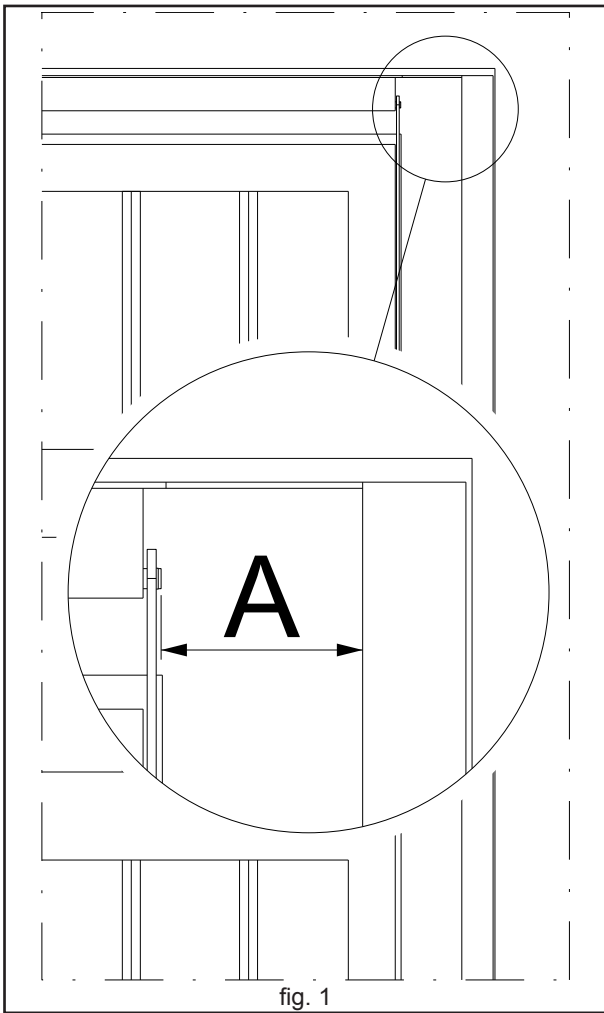

fig. 1
1. Verificare che la distanza (A fig. 1) tra il braccio di rotazione e la spalla del telaio sia \geq a 15 mm (in caso contrario l'installazione del KITB1SP non è possibile);
1. Check that the distance (A fig. 1) between the rotation arm and the side of the frame is \geq 15 mm (otherwise the KITB1SP cannot be installed);
1. Prüfen, ob die Distanz (A Abb. 1) zwischen dem Dreharm und der Schulter des Rahmens \geq als 15 mm ist (ansonsten ist die Installation des KITB1SP nicht möglich);
1. vérifier que la distance (A fig. 1) entre le bras de rotation et le montant du cadre est \geq à 15 mm (en cas contraire l'installation du KITB1SP n'est pas possible) ;
1. Controle que la distancia (A fig. 1) entre el brazo de rotación y el apoyo del bastidor sea \geq que 15 mm (en caso contrario no es posible instalar el KITB1SP);